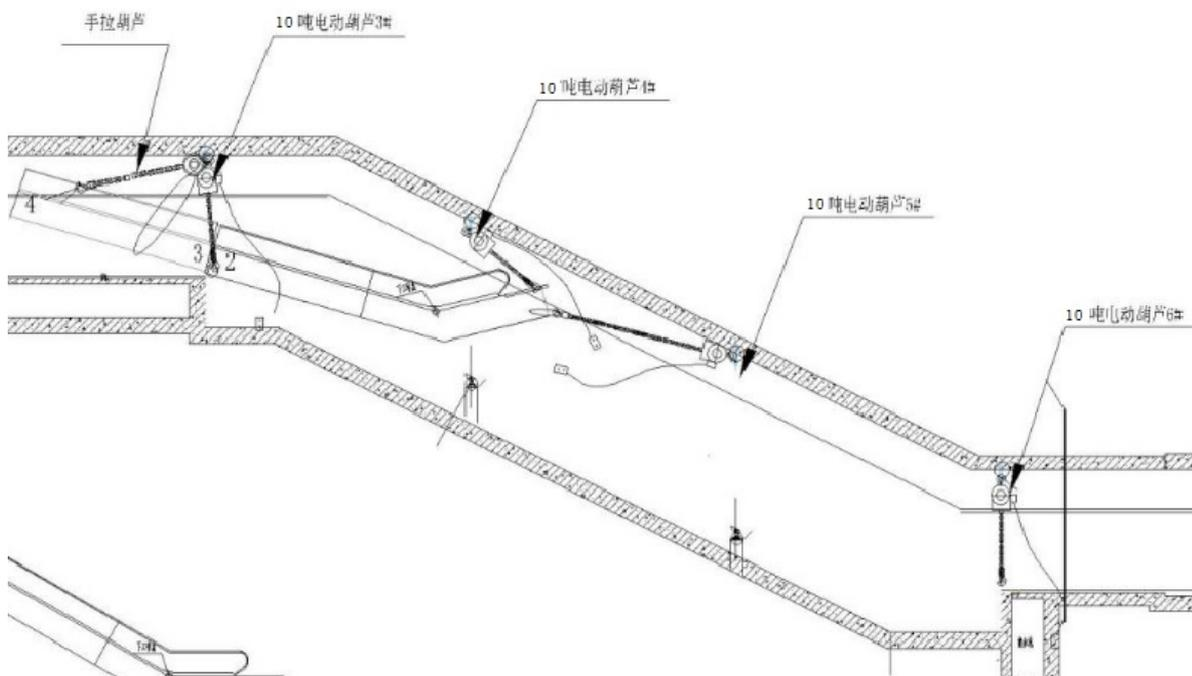

图 7 拼接示意图
4、将中段 3# 运输至井道口处与中段 2# 尾端接口面拼接，然后利用四台 10 吨电动葫芦 3#4#5#6# (挂于井道预留吊钩上) 将四段扶梯向下吊装直倒中段 3# 尾端接口面刚好在井道口处停止，并利用二台手动葫芦 1#2# (挂于井道拉力板上) 四段扶梯固定好。如图 7 所示。